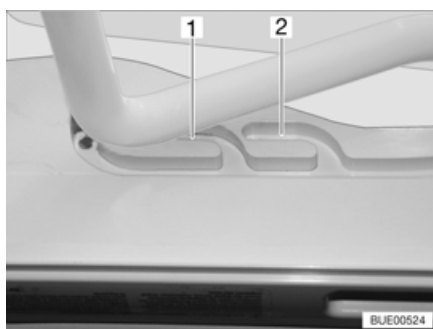
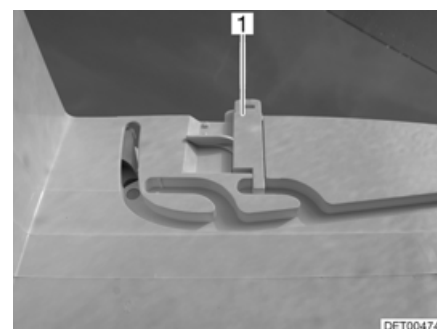

Fig. 109 Lanterneau Heki en position de ventilation
Fig. 110 Verrouillage position de ventilation
Il est possible d'amener le lanterneau Heki en deux positions de ventilation : Position pour mauvais temps (Fig. 109,1) et position intermédiaire (Fig. 109,2). Selon l'équipement, il est possible de verrouiller le lanterneau en position intermédiaire avec les deux verrous (Fig. 110,1) à gauche et à droite du cadre du lanterneau.
- Pousser légèrement l'étrier vers le haut, le pousser dans la glissière choisie (Fig. 109,1 ou 2) et le verrouiller si nécessaire.